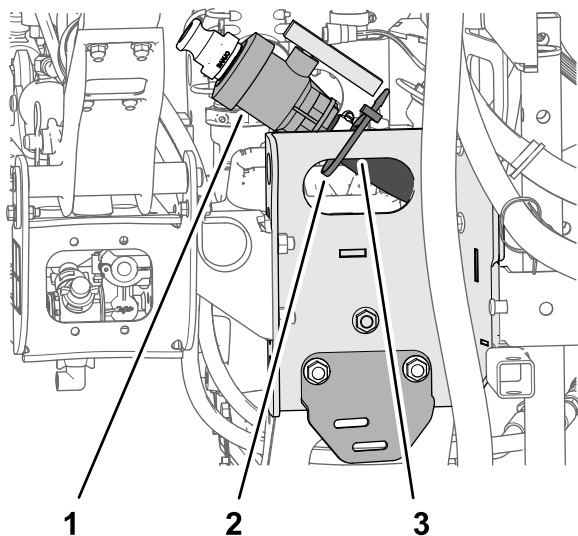

Figura 13
1. Retire la brida que sujeta la válvula y la manguera de vaciado del depósito del fumigador al canal del patín (Figura 13).